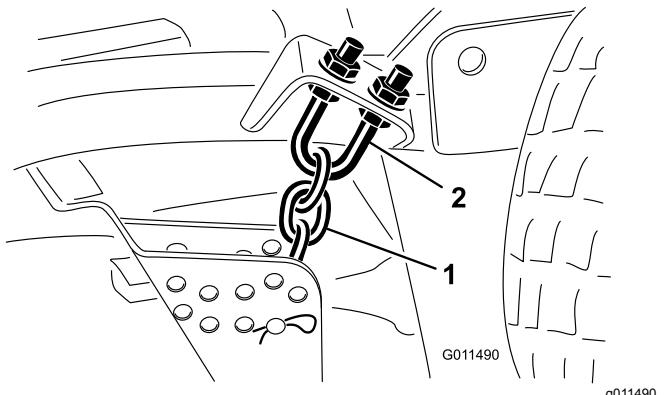

Рисунок 108
- Ослабьте верхние или нижние контргайки на U-образном болте цепи регулировки высоты скашивания (Рисунок 108).